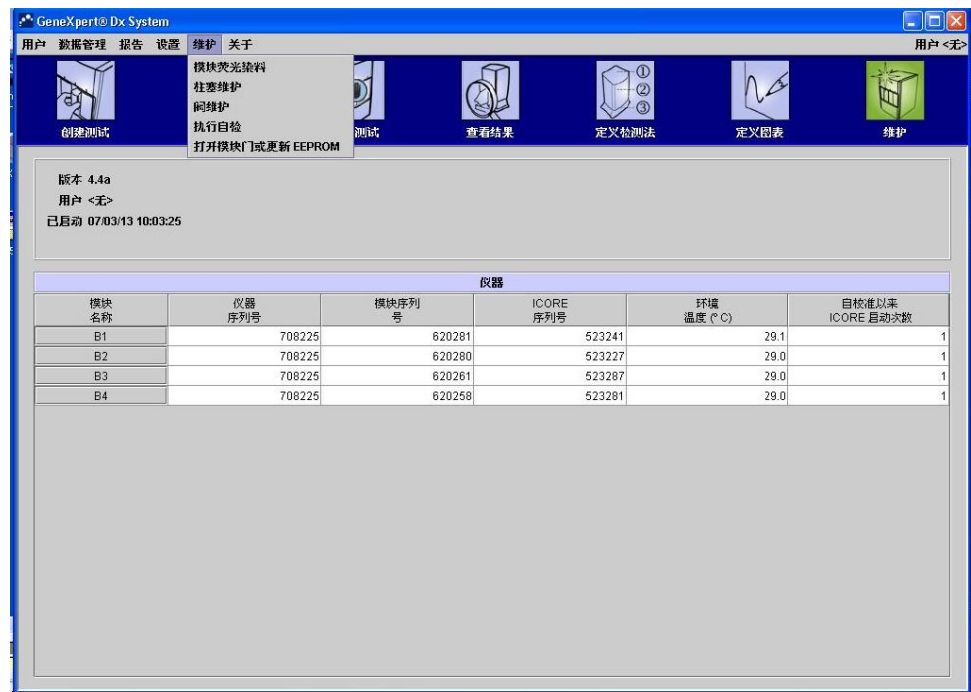

图5-1”维护”窗口
- 2. 在”GeneXpert Dx System”窗口中, 点击菜单栏中的”维护”。出现”维护”窗口(图5-1)。
2. 在”GeneXpert Dx System”窗口中，点击菜单栏中的”维护”。出现”维护”窗口（图5-1）。